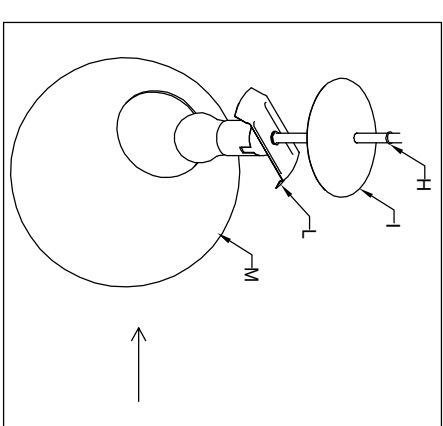

Fig. 3
- Spostare verso l'alto la guarnizione (H) e la lente (I) (Fig. 3).
- Move up the o-ring (H) and the particular (I) (Fig. 3).